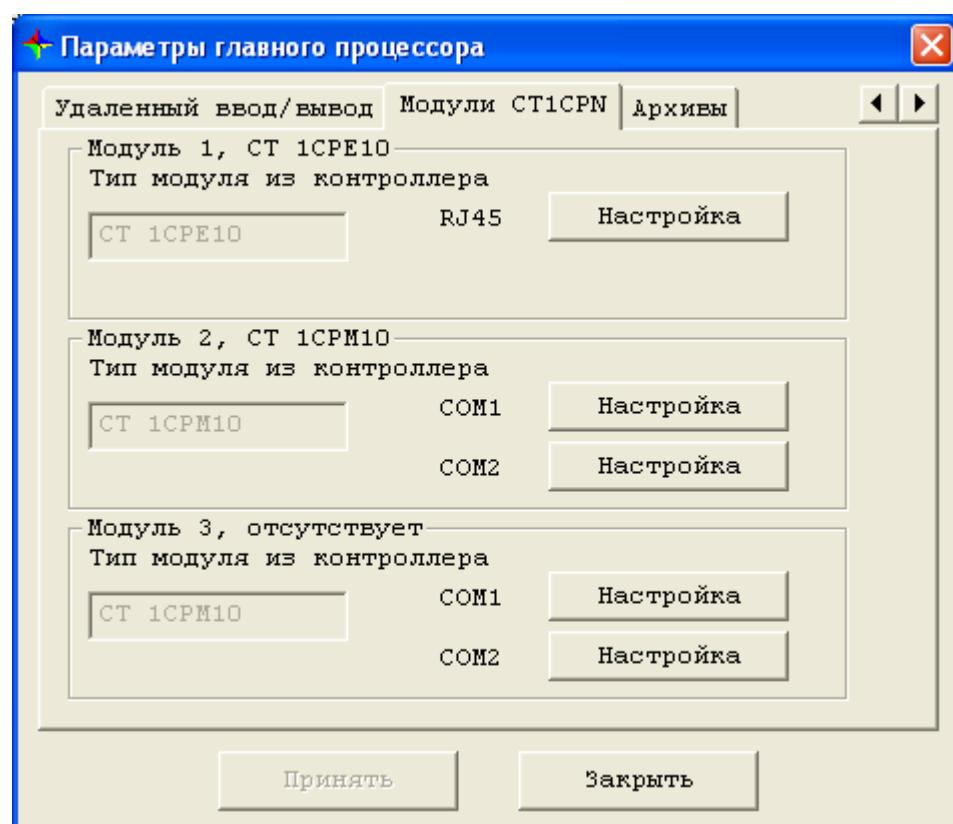

Рис. 5.8.1.6.1. Вкладка «Модули CT1CPN».
**Замечание.** На форме (рис.5.8.1.5) изображены два переключателя применения. Однако, эти переключатели зависимы: если один из переключателей находится в положении "алгоритм", то другой переключатель также будет находиться в положении "алгоритм". Соответствие положений переключателей поддерживается автоматически.